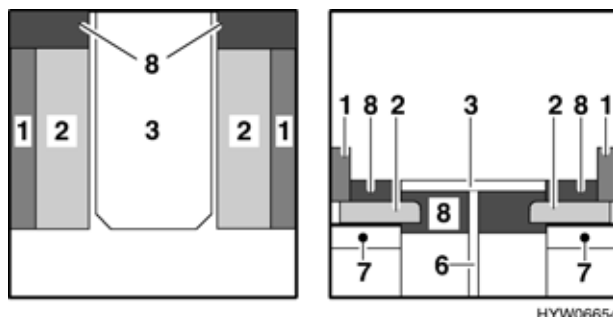

Fig. 49 Prima della trasformazione
- Estrarre la prolunga della panca (Fig. 49,7).
- Sollevare leggermente il piano del tavolo in avanti (Fig. 49,3).
- Estrarre il piede del tavolo (Fig. 49,6) dalla sede girandolo in senso antiorario e riportarlo da parte.